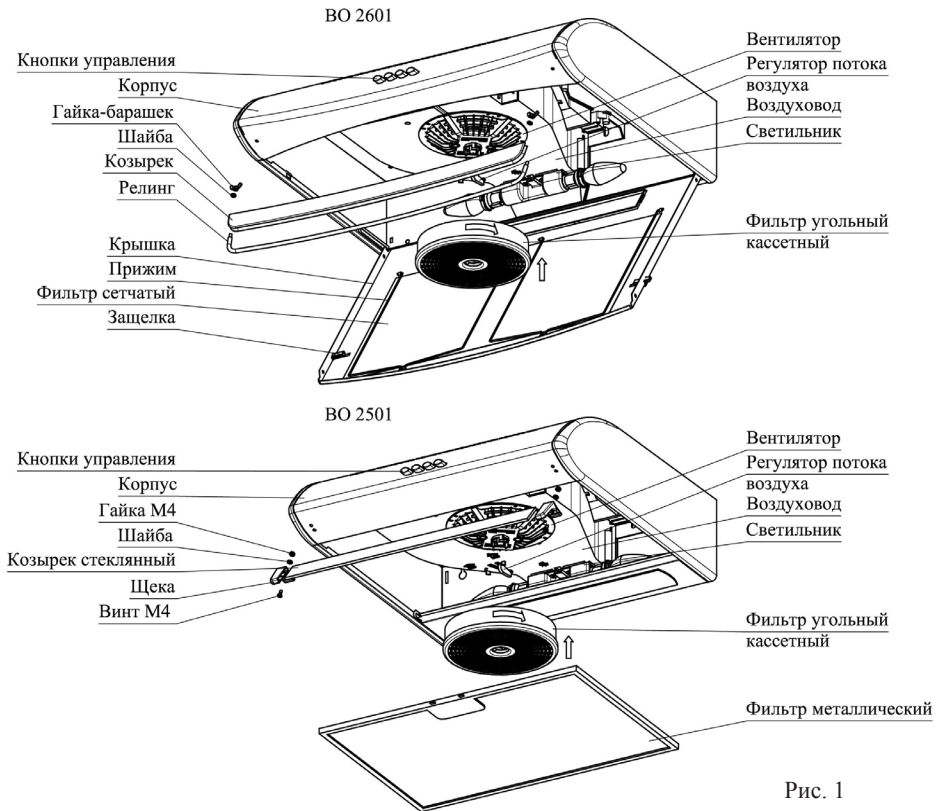
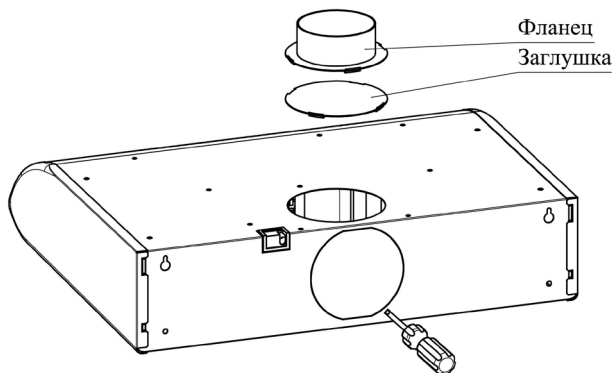

Рис. 1
Рис. 2
Внутри корпуса воздухоочистителя (рис. 1) располагаются вентилятор, светильник воздуховод с регулятором потока воздуха. На вентилятор установлен фильтр угольный кассетный. На передней части корпуса расположены кнопки управления работой воздухоочистителем.
В верхней и задней стенках корпуса воздухоочистителя имеются отверстия (рис.2), предназначенные для отвода воздуха наружу при помощи трубы, которая присоединяется к воздухоочистителю через фланец. Отверстие на задней стенке по контуру обозначено вырубленным элементом, который перед установкой фланца необходимо удалить при помощи отвертки или другого инструмента.
- 6.8 **ДЛЯ РАБОТЫ В РЕЦИРКУЛЯЦИОННОМ РЕЖИМЕ** совместите флажок регулятора потока воздуха (см. рис. 1) с рисунком "⊕" на воздуховоде воздухоочистителя. При данном режиме работы отверстие на верхней поверхности воздухоочистителя должно быть закрыто заглушкой (рис. 2).
Для установки фильтра угольного кассетного, оденьте его на фиксирующие элементы в центре вентилятора и поверните по часовой стрелке до упора (рис. 1). Демонтаж производится в обратном порядке.
**ДЛЯ РАБОТЫ В ВЫТЯЖНОМ РЕЖИМЕ** совместите флажок регулятора потока воздуха с рисунком "↗" на воздуховоде воздухоочистителя. При данном режиме работы в одно из выходных отверстий корпуса установить фланец. Если фланец установлен в отверстие на задней поверхности воздухоочистителя, то отверстие на верхней поверхности нужно закрыть заглушкой (рис. 2). Затем соедините фланец воздухоочистителя с вентиляционным каналом трубой диаметром 100 мм (в комплект поставки не входит